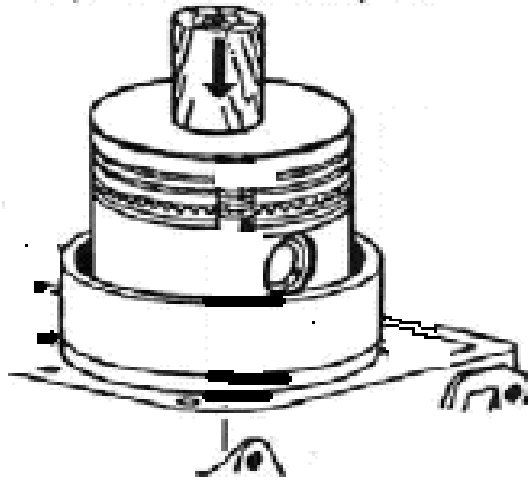

Рис.78. Установка поршня с кольцами в цилиндр
– с помощью специальной оправки с внутренней конусной поверхностью сжать кольца и вставить поршень в цилиндр (рис.78).